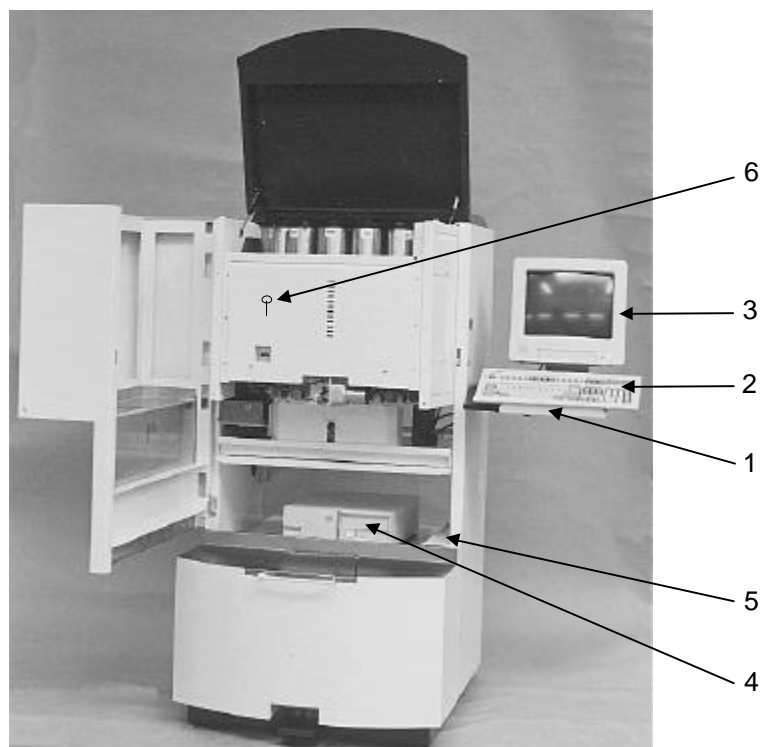

figure 5
- Monter le support au moyen des quatre boulons de fixation situés du côté droit de la machine (figure 5, n° 1).
4.3.2 Installation de l'ordinateur (figure 5)
- Mettre en place le clavier (n° 2), le moniteur (n° 3) et l'ordinateur (n° 4), comme indiqué sur la figure 5.
- Enfoncer les fiches de l'ordinateur et du moniteur dans la prise intérieure (figure 5, n° 5) et appuyer sur les interrupteurs marche/arrêt de ces deux appareils.
- Mettre la clé triangulaire dans l'étrier aménagé à cet effet à l'intérieur de la machine (figure 5, n° 6).